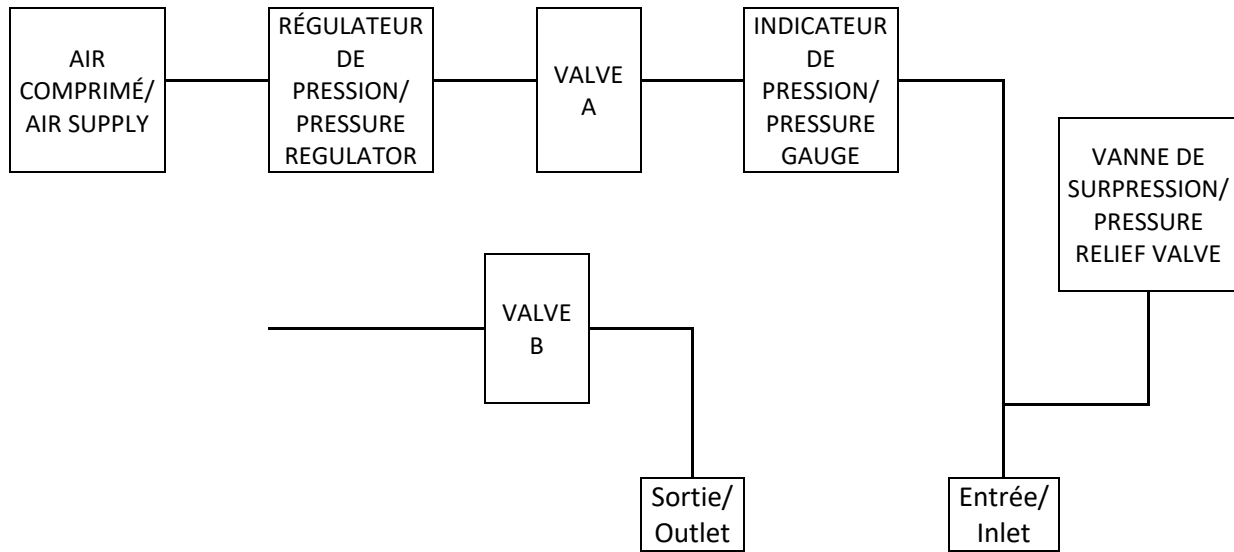

Figure 1 Piping of oil-transfer unit pressurization procedure - Procédure test de pression pour plomberie des systèmes de transfert d'huile
- 1) Install the test piping as in figure 1. Close the valve A. Temporarily seal the remaining openings to maintain the pressure. Make sure the compressed air is closed.
- 1) Installer la tuyauterie de test tel que la figure 1. Fermer la valve A. Sceller temporairement les ouvertures restantes pour maintenir la pression. **Assurez-vous que l'air comprimé est fermé.**
Figure 1 shows a suggested piping configuration; the final test set up may differ from the one shown in Figure 1. Figure 1 setup and pressurization procedure described are only for the piping of the oil-transfer unit.
La figure 1 illustre une configuration de tuyauterie suggérée. La configuration finale de l'essai peut différer de celle illustrée à la Figure 1. La configuration et la procédure de pressurisation décrites à la Figure 1 ne concernent que **la plomberie des systèmes de transfert d'huile.**